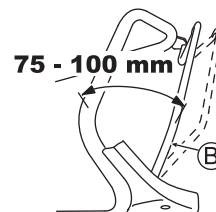

Fig. 26
Régalez de telle façon que la machine fonctionne (l'embrayage s'engage) lorsque la distance entre le levier d'embrayage (B) et le guidon est de 75 - 100 mm ainsi qu'illustré dans la Fig. 26.